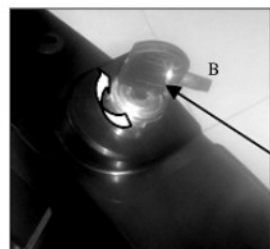

Fig. 2C B. Chiave
c) Per l'avviamento elettronico: Inserire la chiave e ruotarla in senso orario per avviare il motore (Fig. 2C).